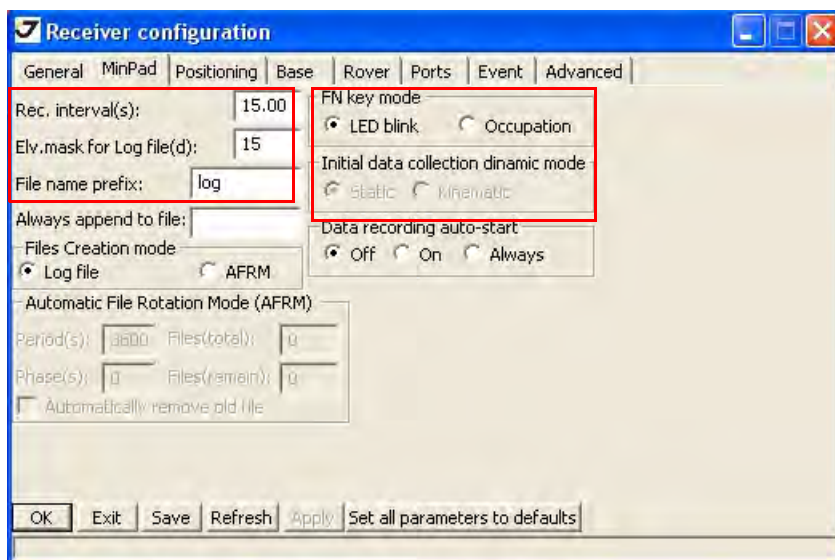

Рисунок 37. Настройки приемника – MinPad для записи данных
5. Перейдите в закладку *MinPad* и настройте следующие параметры (Table 17), а затем нажмите *Apply* (Рис. 37 на стр. 53).